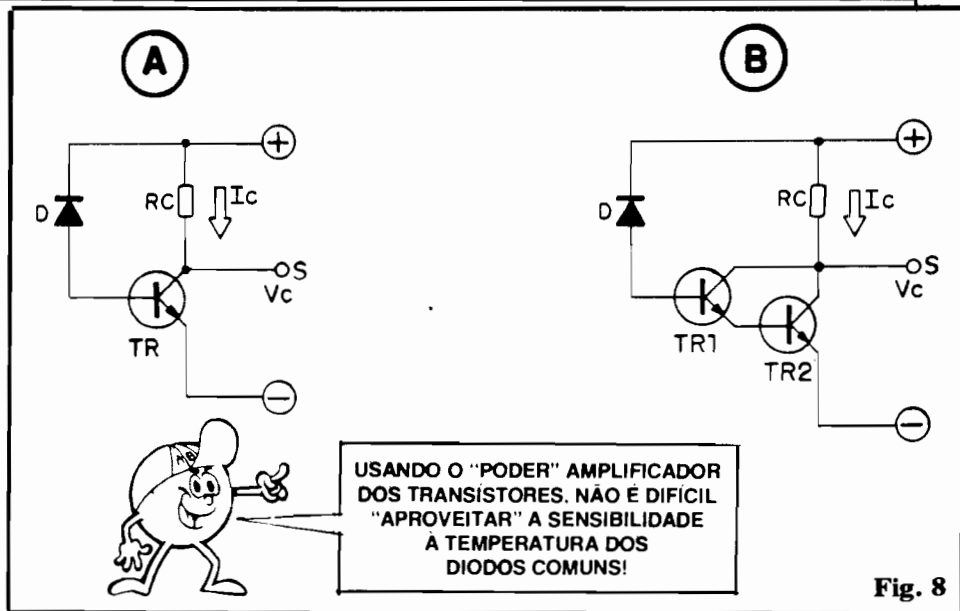

Fig. 8
- **FIG. 8-A** - Novamente, o "velho" TRANSÍSTOR vem em nosso auxílio! **Amplificar** Corrente, ou pequenas variações de Corrente, "é com ele mesmo"...! Colocando o diodo/termo-sensor (que pode ser um mero 1N4148...) sob polarização inversa, no circuito de **base** de um transistor (exemplo: BC548...), a corrente de fuga (que - como foi dito - é proporcional à temperatura à qual o diodo está submetido) do primeiro corresponderá à própria corrente de **base** do segundo! Assim, no arranjo mostrado, podemos "recolher" a Saída do sistema, ou através da Corrente de **coletor** IC (que se desenvolverá sobre o resistor de carga de **coletor**, RC...), ou via Tensão presente no dito **coletor** (VC). Não esquecer que, depois da amplificação realizada pelo transistor TR, IC será **diretamente** oporcional à temperatura ("mais quente" = mais Corrente...), enquanto que VC se manifestará **inversamente** proporcional ("mais quente" = menor
- **FIG. 8-B** - Para algumas aplicações diretas, a amplificação obtida no arranjo 8-A será, ainda, pequena... Tudo bem. Basta "enfileirar", em **Darlington**, mais um transistor no sistema, de modo que os ganhos (fatores de amplificação) de TR1 e TR2 sejam matematicamente **multiplicados**! Teremos então, na Saída "S" do conjunto, sempre preservando a proporcionalidade (na razão direta para a Corrente, e inversa para a Tensão), manifestações ou variações bem mais nítidas e "largas". Pequenas variações na Temperatura incidente sobre o diodo/sensor gerarão grandes sinais elétricos na Saída do bloco. Estes sinais, tanto podem ser encaminhados a um simples sistema de medição (analógica ou digital)